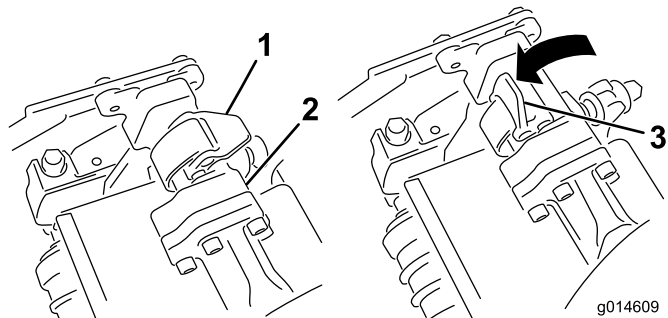
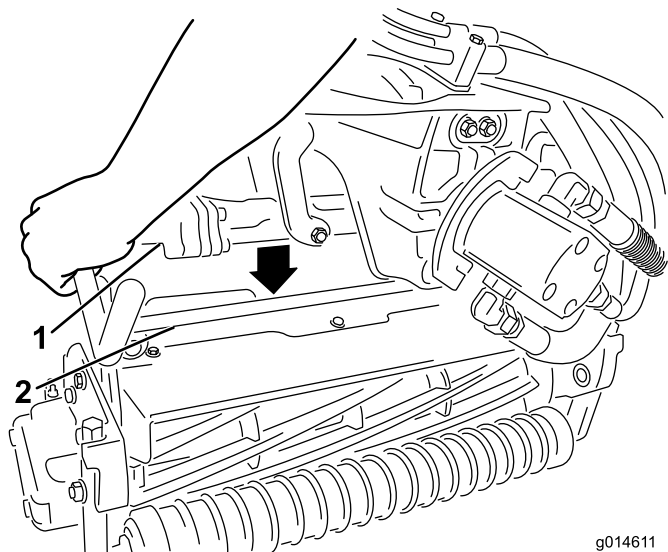

图32
图33
- 当悬挂臂杆上的闩锁指向上方（即打开）时（图32），向下压悬挂臂，使悬挂臂杆与滚刀组顶部的横杆相契合（图33）。
4. 向下并绕着滚刀组横杆关闭闩锁，将它们锁定到位（图32）。
4. 打开您正在拆下的滚刀组悬挂臂上的闩锁（图32）。